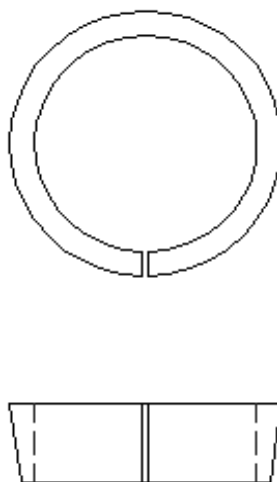

Рис. 7.5. Деталь клапана в 2-х проекциях
1. Загрузите файл ab9-d.dwg. На чертеже показана деталь клапана в двух проекциях, см. рис. 7.5.